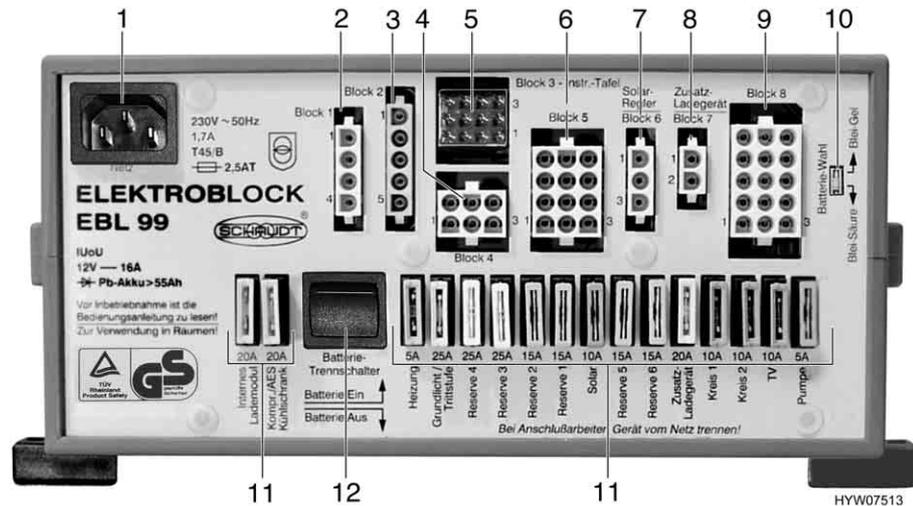

Fig. 32 Centralina elettrica EBL 99
- ▷ Per eseguire l'installazione elettrica completamente senza tensione, impostare l'interruttore staccabatteria (Fig. 32,12) nella centralina elettrica su "Batterie Aus" (Batteria Off).
**Ubicazione** La centralina elettrica (Fig. 32) è situata sotto al sedile del passeggero nella console del sedile.
L'interruttore staccabatteria (Fig. 32,12) serve a disinserire tutte le utenze a 12 V dell'abitacolo, compresa la valvola di sicurezza/di scarico. In tal modo si evita uno scaricamento eccessivo della batteria dell'abitacolo nei lunghi periodi di fermo del veicolo (per esempio in occasione di inattività temporanea).
Sul selettore batteria (Fig. 32,10) il modulo caricabile nella centralina elettrica può essere impostato al tipo di batteria dell'abitacolo incorporata nel veicolo - "al piombo-gel" o "al piombo-acido".
- Impostare il selettore batteria (Fig. 32,10) con un oggetto sottile, p. es. con la punta di una penna.
Le utenze dell'abitacolo allacciate all'alimentazione a 12 V sono protette da propri fusibili. I fusibili sono accessibili nel vano motore, nella batteria dell'abitacolo e nella centralina elettrica (Fig. 32).